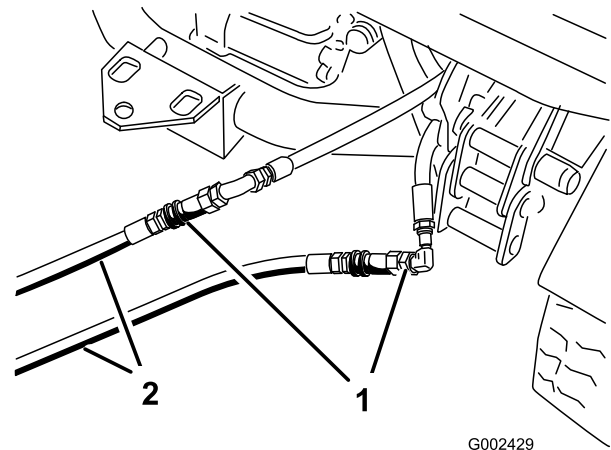

Figura 80
3. No veículo parado, ligue as duas mangueiras de ligação às mangueiras que foram desligadas (Figura 80). Tape as juntas desnecessárias.